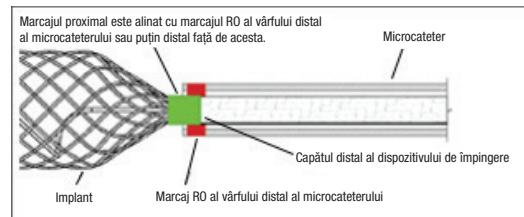

Figura 6 – Poziția benzilor de marcare pentru detașare
24. Sub ghidare fluoroscopică, avansați lent implantul în afara vârfului microcateterului. Continuați să avansați implantul către locul dorit până ce marcajul radioapac al implantului este aliniat cu marcajul vârfului distal al cateterului sau puțin distal față de acesta, poziționând zona de detașare imediat în afară. Consultați figura 6. Repozitionați dacă este necesar. Dacă mărimea implantului nu este adecvată, înlocuștiți-l cu un alt dispozitiv. Dacă se observă sub fluoroscopie o mișcare nedoriță după instalarea și anterior detașării, îndepărtați implantul și înlocuștiți-l cu alt implant, de mărime mai potrivită. Mișcarea poate indica faptul că dispozitivul poate migra odată ce este desprins. **Nu rotiți dispozitivul de impinge pe durata introducerii sau ulterior implantării în sistemul vascular. Rotirea dispozitivului de impinge poate duce la deteriorarea**